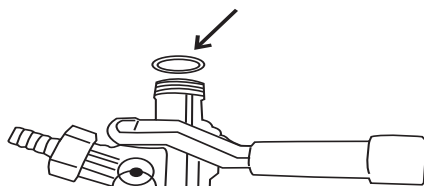

Figure 8
- Tirez sur la poignée de perçage vers l'extérieur et appuyez vers le bas jusqu'à ce qu'elle se verrouille en place. (**Se reporter à la figure 8**). Le baril est maintenant percé.